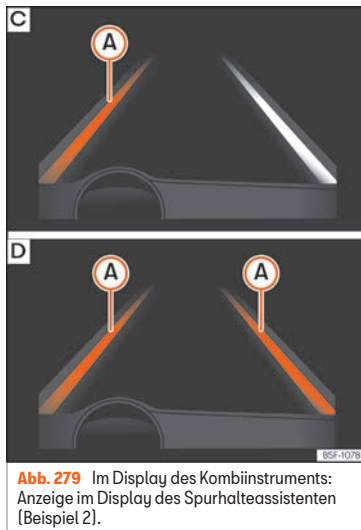

Abb. 279 Im Display des Kombiinstrumentes: Anzeige im Display des Spurhalteassistenten (Beispiel 2).
- System arbeitet; die hervorgehobene Linie **(A)** zeigt an, dass die Gefahr einer unabsichtlichen Überschreitung der Begrenzungslinie bestand. Das System korrigiert über die Lenkung die Fahrtrichtung »» **Abb. 279 C**.
- Die beiden hervorgehobenen Linien **(A)** leuchten gleichzeitig auf, wenn beide Begrenzungslinien erkannt sind und die Funktion adaptive Spurführung »» **Abb. 279 D** eingeschaltet ist.